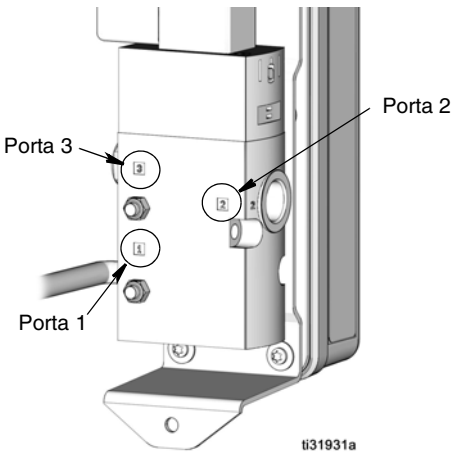

FIG. 1
I numeri 1-3 sull'alloggiamento del solenoide (14) identificano i raccordi di connessione (FIG. 1).
1. Applicare il sigillante frenafili alle filettature maschio dei raccordi. Connettere la linea di alimentazione aria alla porta 1 (FIG. 1).
2. Applicare il sigillante frenafili alle filettature maschio dei raccordi. Collegare la linea d'ingresso dell'aria della pompa alla porta 2 (FIG. 1).